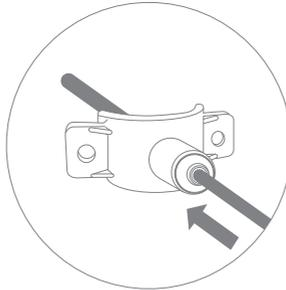

Рис. 9
3. Проденьте красную трубку через штуцер хомута, чтобы она вышла с внутренней стороны хомута на 7...10 мм (рис. 9).